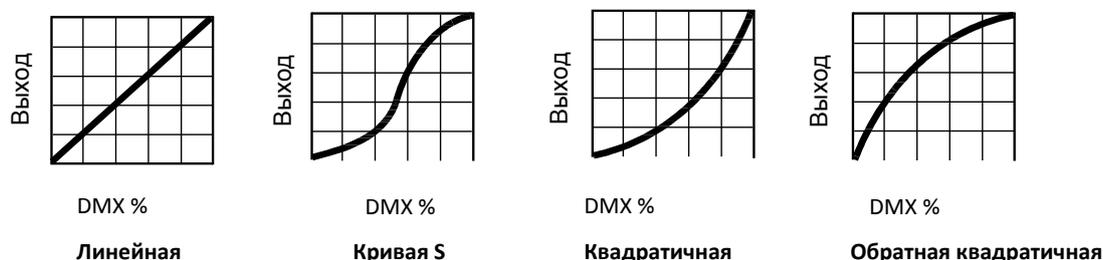

Рисунок 5. Варианты кривых диммирования
- **DIMMER CURVE (КРИВАЯ ДИММИРОВАНИЯ)** обеспечивает четыре опции диммирования (см. рисунок 5):